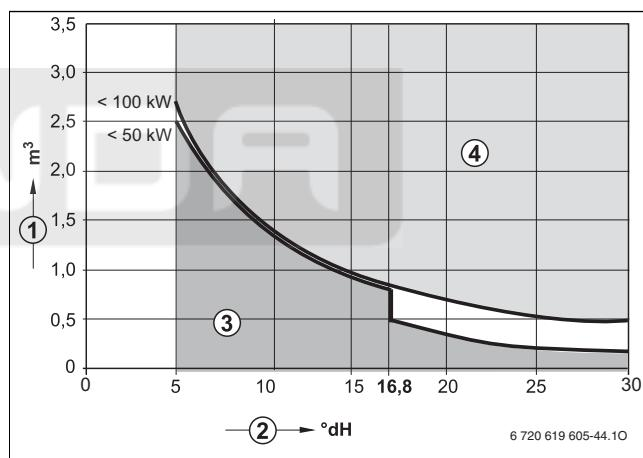

Рис. 13 Требования к воде для заполнения отдельного котла мощностью до 100 кВт
- Заполняйте систему только чистой водопроводной водой (учтывайте график на рис. 13).
- Если фактически необходимое количество воды для заполнения системы больше, чем объём воды за весь срок службы (\rightarrow рис. 13), то необходимо провести обработку воды. При этом можно использовать только разрешённые фирмой Buderus химикаты, средства для обработки воды и др.